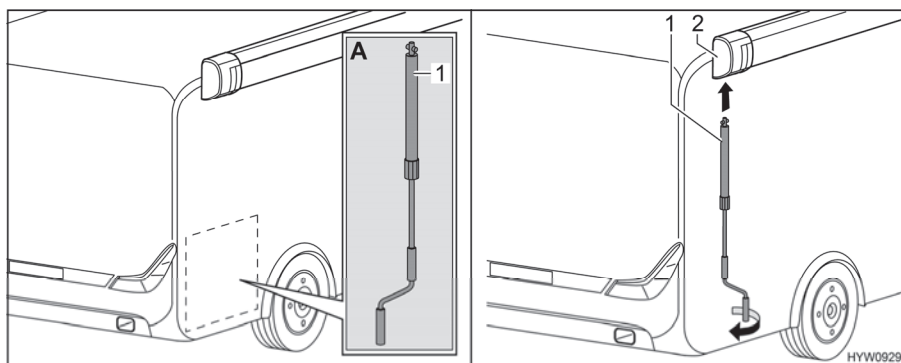

Fig. 49 Instalar la manivela
- Sacar la manivela (Fig. 49,1) del compartimiento trasero (Fig. 49,A).
- Encajar la manivela en el enganche de bayoneta (Fig. 49,2) del toldillo.